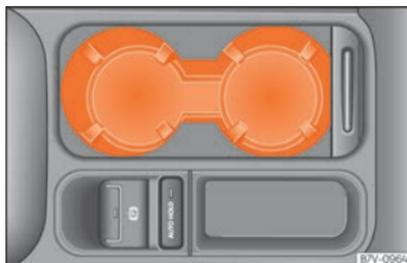

Fig. 193 Console centrale avant : porte-boissons.
- Pour ouvrir, déplacer la trappe vers l'arrière »» fig. 193.